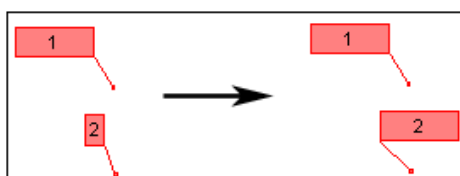

Рис. 5.134
1. Выделите номера выносок, выбрав выноску 1 первой (Рис. 5.134).
2. На **Панели инструментов для выносок** выберите инструмент **Подогнать визуальные свойства** . В результате выноски примут вид, показанный на Рис. 5.134.